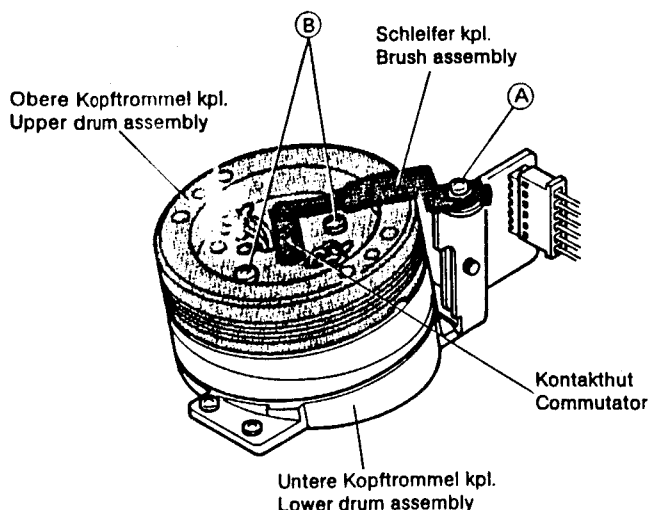

Fig. 4.3 Obere Kopftrommel tauschen
1. Schraube (A) lösen. Schleifer und Kontakthut abnehmen (Fig. 4.3).
3. Die zwei Schrauben (B) entfernen und Kopftrommel nach oben abziehen.